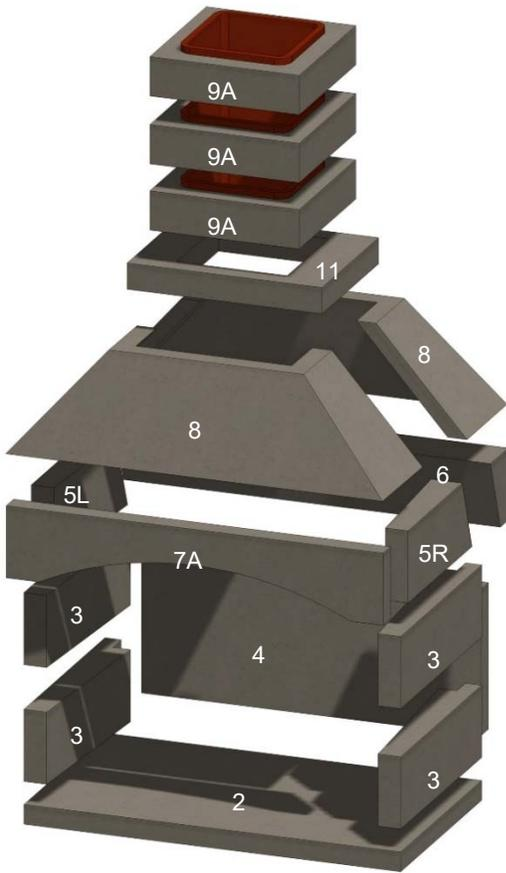
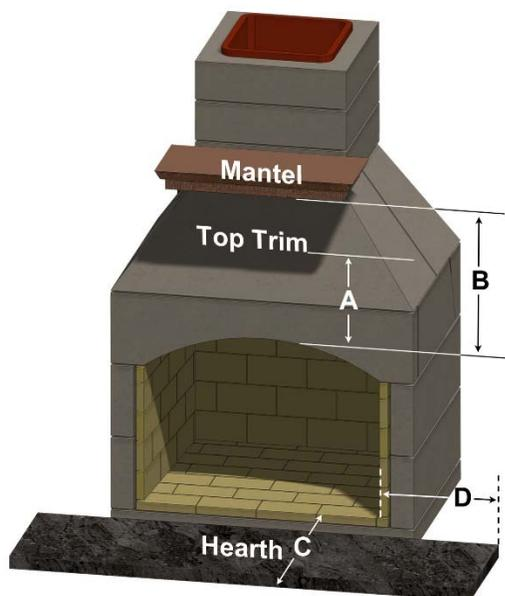

Figure 2. Composants du foyer
Figure 3. Dégagements (utiliser avec le tableau 2)
Le foyer est livré en kit avec tous les composants nécessaires pour compléter l'installation. La disposition des composants est illustrée à la Figure 2. Les composants sont énumérés dans le Tableau 1. Les spécifications et les dimensions d'installation sont indiquées dans le Tableau 2.
- A. Les éléments du foyer illustrés à la figure 2 et énumérés au tableau 1.
Tableau 2: Dégagements (voir la figure 3)
Remarque 5: Les revêtements en argile installés dans la section du conduit de fumée (article 9A, figure 2) répondent aux spécifications de la section C315-02 de l'ASTM.
Choisissez un emplacement dans les plans de la maison ou dans la zone de vie extérieure où toutes les distances minimales, comme indiqué dans le tableau 2 et la figure 3, peuvent être respectées. Procédez comme suit. Les chiffres entre () sont les numéros d'articles du Tableau 1 et de la Figure 2. Assurez-vous que la base sur laquelle le foyer sera installé est une fondation solide et de niveau et qu'elle est composée de matériaux incombustibles, comme le béton.
Si l'appareil doit être installé à l'intérieur, n'utilisez pas les pattes élévatrices (articles 1 et 1A, illustrés à la Figure 2 et au Tableau 1). Installez plutôt le foyer sur une
S'il s'agit de votre première installation Stone Age, il est suggéré d'assembler d'abord les composants sans mortier pour vous familiariser avec la façon dont les composants s'assemblent. Voir la Figure 2.
Veillez à ce que les distances et les dégagements du tableau 2 et de la figure 3 soient respectés. Assurez-vous que l'âtre et le plancher sous et devant l'âtre sont faits de matériaux entièrement incombustibles, et pas seulement d'un revêtement de sol incombustible.
Si vous installez une cheminée et une garniture latérale, en particulier si elle est en bois ou en d'autres matériaux combustibles, assurez-vous que les distances minimales indiquées dans le tableau 2 et la figure 3 sont respectées.